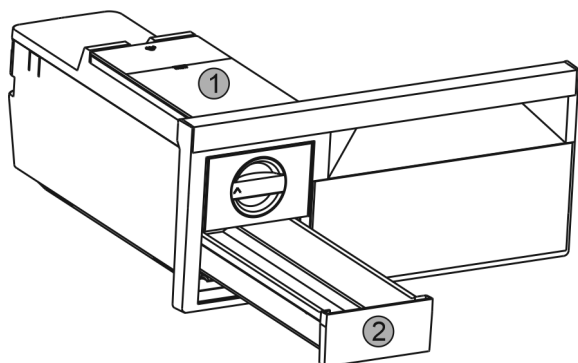

Fig. 55
- ▶ Vyměňte nádržku na vodu Fig. 55 (1) a zásuvku na kostky ledu Fig. 55 (2).